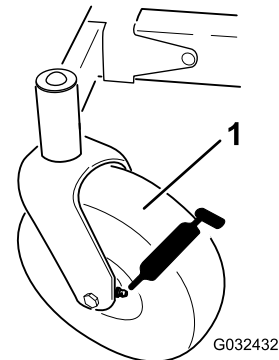

Figura 29
3. Limpie los engrasadores (Figura 29) con un trapo.
4. Conecte una pistola de engrasar a cada engrasador (Figura 29).